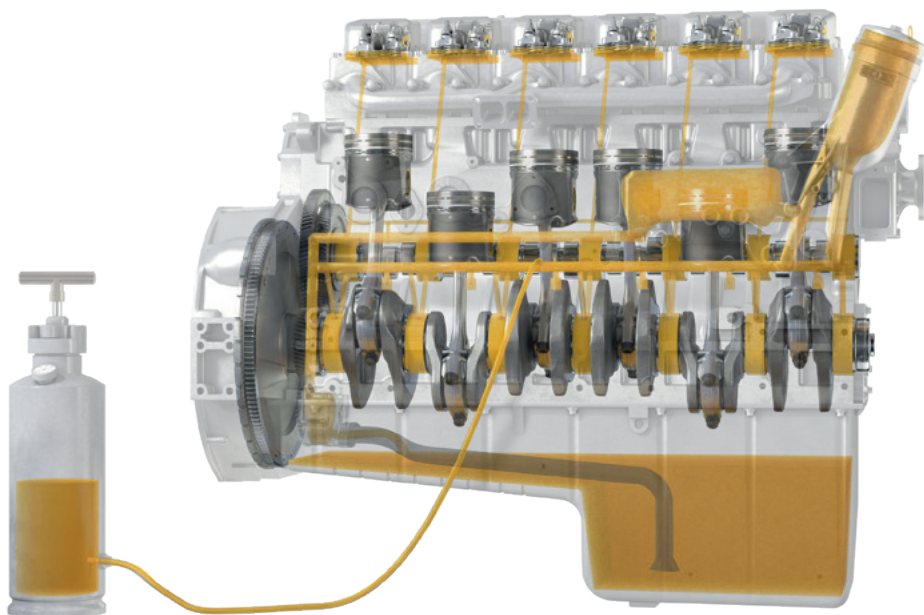

Fig. 1:
1.º Con ayuda de un recipiente de presión, el aceite previsto se bombea en el motor a través de un racor atornillado en el sistema de presión de aceite (Fig. 1 y 2). Tanto los tapones de cierre del canal